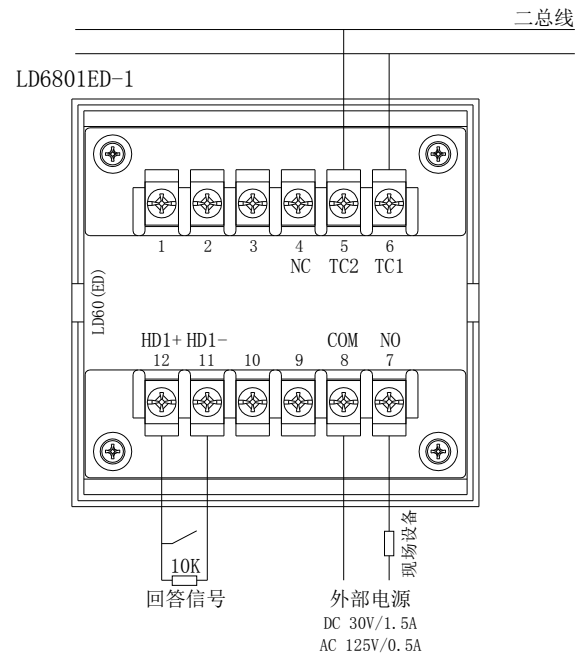

图 4-2
- ★ 接线：剪、剥导线后按照接线图和端子图将TC二总线与相应端子正确连接，并且模块输入线末端(远离模块端)并联1个10KΩ的终端电阻，将无源输出接到现场设备上(具体接线参照图4-2接线图)。